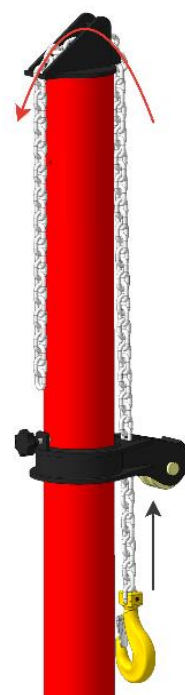

Рисунок 51
- Уложите цепь в элементы силовых устройств, зафиксировав свободный конец в пазе пластины подъемной части силового устройства (рисунок 51).